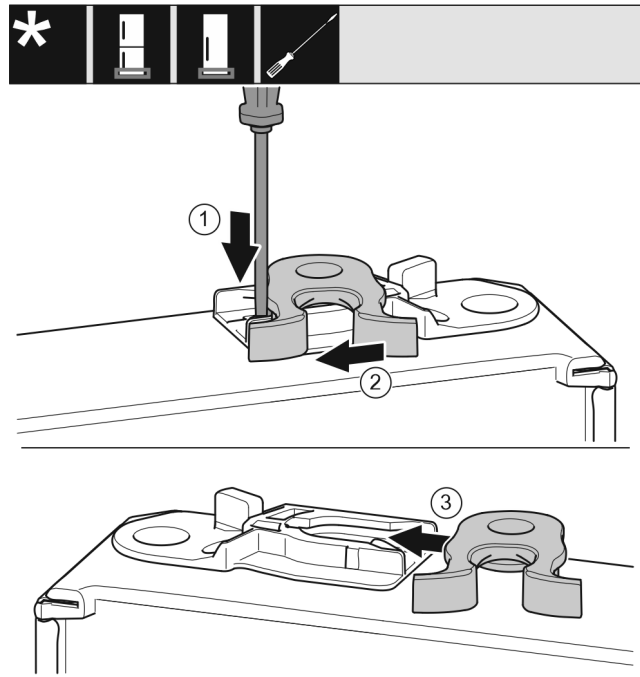

Fig. 23
- ▶ Lasche Fig. 23 (1) mit Schlitzschraubendreher nach unten drücken.
- ▶ Schließhaken Fig. 23 (2) aus Führung ziehen.
- ▶ Schließhaken Fig. 23 (3) auf anderer Seite in Führung schieben.